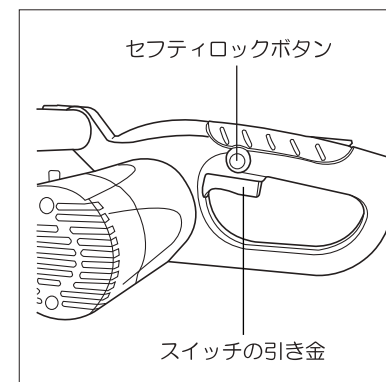

図3
- スイッチはセフティロックボタンを押した状態で引き金を引くと入り、はなすと切れます。(図3参照)